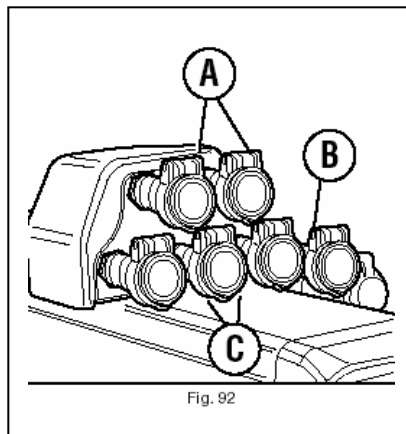
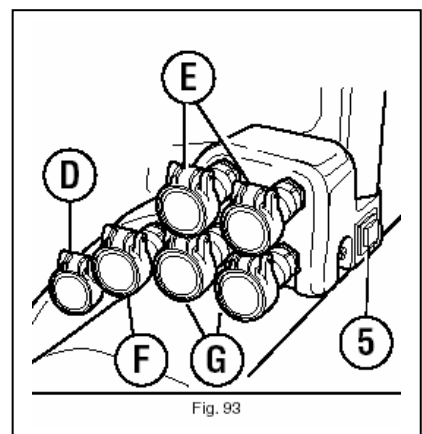

Fig. 92
Fig. 93
kontinuerlig olieforstyrning til enkeltvirkende lynkobling F (fig. 92).
5 – Sort trykknop (5 fig. 93) med to ustabile positioner: Øverste position bruges til at løfte og nederste position til at sænke 3-punktsliften bag på
- Når den røde kontakt (2 fig. 87) aktiveres, ledes der konstant olieflow til lynkoblingen F med gul hætte (fig. 92) til drift af en hydraulikollemotor, i kombination med lynkobling D med sort hætte (fig. 93), der kun må bruges som returløb.
**3 – Bageste dobbeltvirkende hydrauliske lynkoblinger: Grøn (G fig. 93) og blå (E fig. 93).** For at joysticket kan bruges, skal den røde trykknop (4/1 fig. 88) være trykket
ned. Når joysticket (fig. 95) flyttes fremad eller tilbage, aktiverer du de to dobbeltvirkende lynkoblinger G med grønne hætter (fig. 93). Når du flytter joysticket mod højre eller venstre (fig. 96), aktiverer du de to dobbeltvirkende lynkoblinger E med blå hætter (fig. 93).
**4 - Bageste dobbeltvirkende hydrauliske lynkoblinger: Brun (C fig. 92) og rød (A fig. 92).** For at joysticket kan bruges, skal den røde trykknop (4/6 fig. 94) og den røde trykknop 4/1 fig. 88) være trykket ned.
Når joysticket (fig. 95) flyttes fremad eller tilbage, aktiverer du de to dobbeltvirkende lynkoblinger **C** med brune hætter (fig. 92). Når du flytter joysticket mod højre eller venstre (fig. 96), aktiverer du de to dobbeltvirkende lynkoblinger **A** med røde hætter (fig. 92).
**5 – Bageste gul enkeltvirkende hydraulisk lynkobling (F fig. 93).** For at joysticket kan bruges, skal den gule trykknop (4/2 fig. 94) og
den røde trykknop 4/1 fig. 88) være trykket ned. Når joysticket flyttes tilbage (fig. 95), aktiverer du den enkeltvirkende hydrauliske lynkobling **F** med gul hætte (fig. 93).
Dette bevirker, at du starter en ensrettet hydraulikoliemotor, der er forbundet til lynstik **B** med gul hætte i kombination med lynkobling **D** med sort hætte (fig. 92), der kun må bruges til returløb. Oliemotoren standses ved at frakoble kontakten. Systemet er konstrueret således, at hvis traktoren standses, mens oliemotorfunktionen er tilkoblet, starter oliemotoren ikke igen, når traktoren startes igen, medmindre den hvide trykknop (4/4 fig. 94) trykkes ned igen.